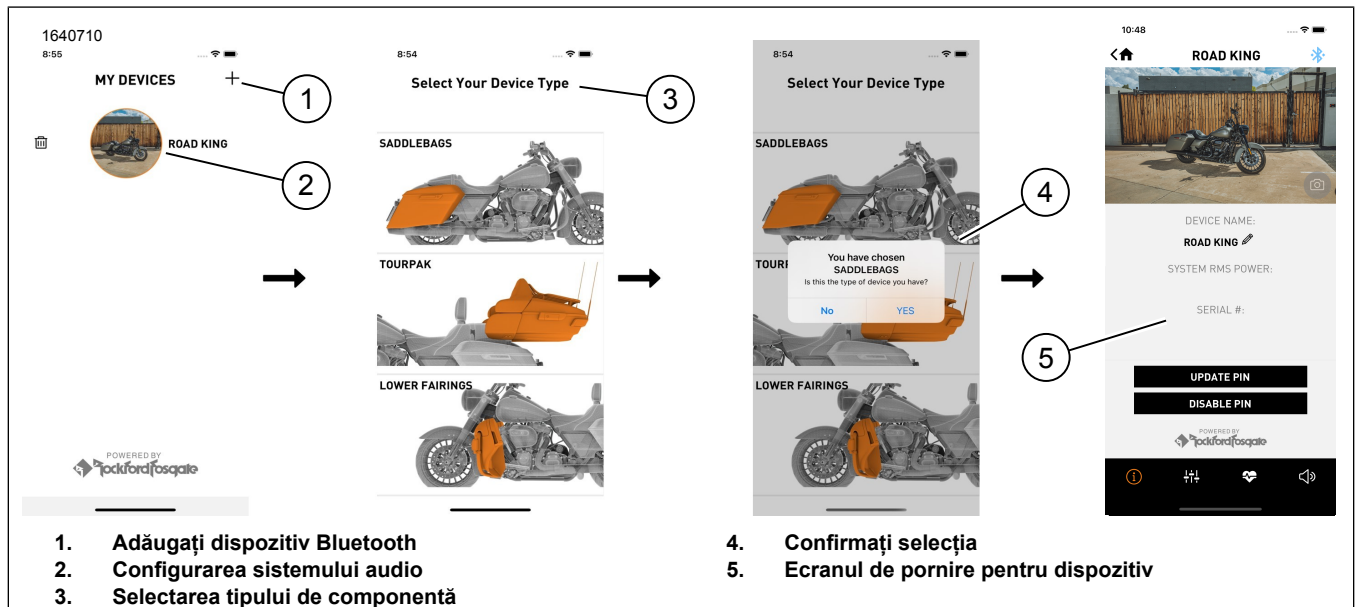
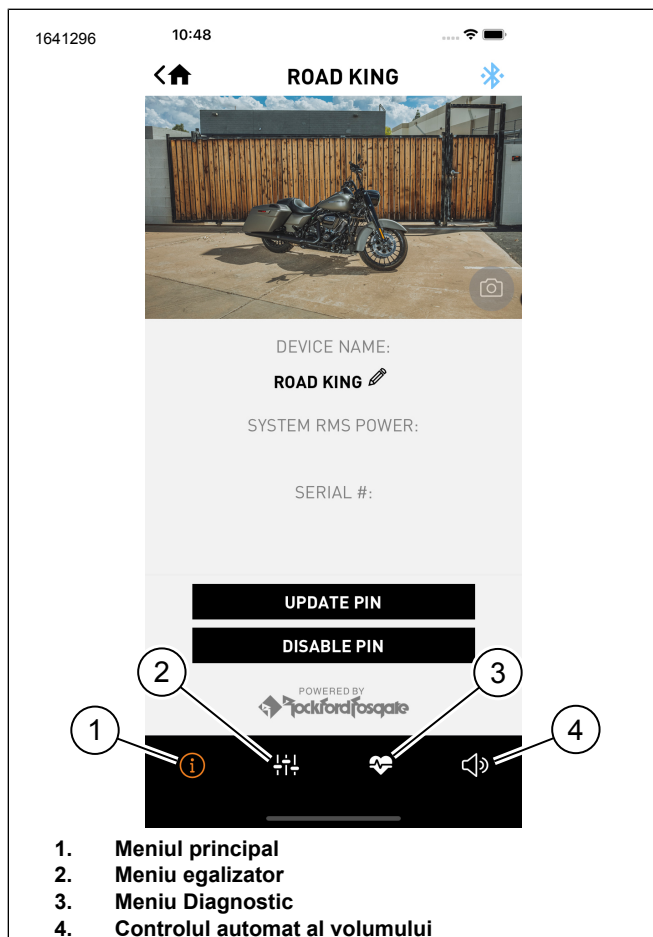
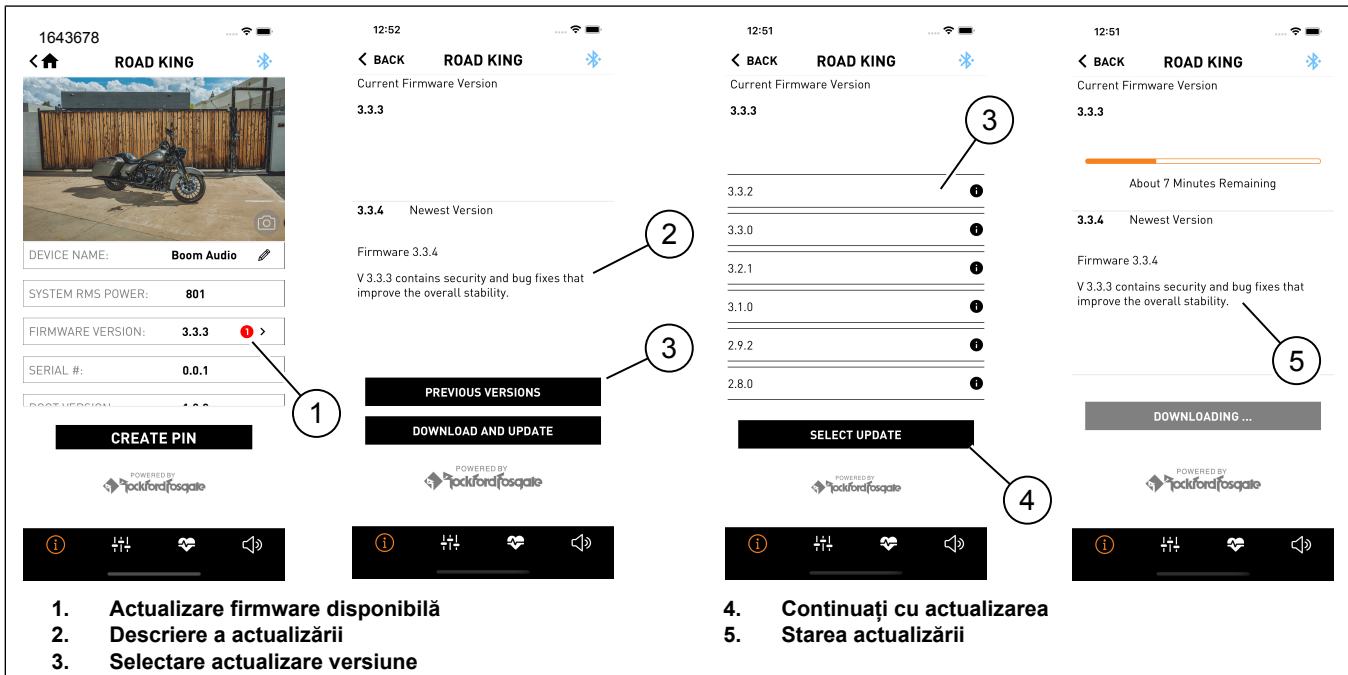

Figura 17. Procesul de configurare
Figura 18. Bara de meniu
Figura 19.
1. A se vedea figura 17. Accesarea sistemului audio.
- a. Împerechere dispozitiv (1) cu sistemul.
- b. Accesați meniurile aplicației (2) pentru configurarea sistemului de sunet al vehiculului.
2. Selectați configurația (3) în care au fost instalate difuzoarele pe vehicul.
3. Confirmați selecția (4).
4. După terminarea configurării, se va afișa ecranul de pornire al dispozitivului (5).
5. A se vedea figura 18. Apăsăți pictogramele barei de meniu pentru:
- a. Meniul principal (1)
b. Meniu egalizator (2)
c. Meniu Diagnostic (3)
1. A se vedea figura 19. Cercul roșu indică faptul că există o actualizare de firmware disponibilă (1).
2. Scurtă descriere a actualizării (2).
- b. Apăsăți versiunea anterioară (3) dacă se dorește acea versiune.
3. Selectați o actualizare de versiune (3) și continuați cu actualizarea (4).
- a. A se vedea figura 18. Apăsarea pictogramei Meniu principal (1) va oferi mai multe informații despre actualizare.
4. Ecranul afișează starea actualizării (5) aplicată amplificatorului.